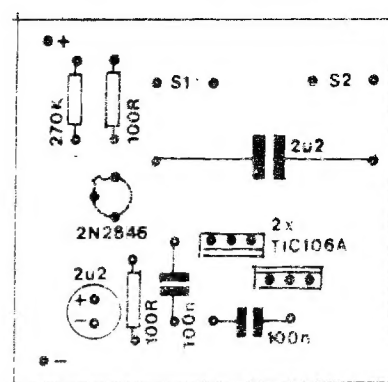

Fig. 4
- **FIG. 4 - "CHAPEADO" DA MONTAGEM** - Com a placa agora vista pela sua face não cobreada (ao contrário da figura anterior...), mais ainda em tamanho natural (vejam a "sombra" das ilhas e pistas cobreadas, situadas no "outro" lado, para efeito de referência...), todos os componentes (menos as lâmpadas controladas...) são vistos em suas posições definitivas de inserção e soldagem... É importante lembrar que alguns dos componentes são **polarizados**, e que, portanto, têm posição única e certa para ligação à